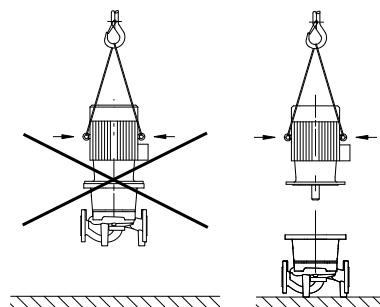

Рис. 20: Транспортировка электродвигателя
- Подъемные проушины на электродвигателе использовать только для транспортировки электродвигателя и не использовать для транспортировки всего насоса (рис. 20).